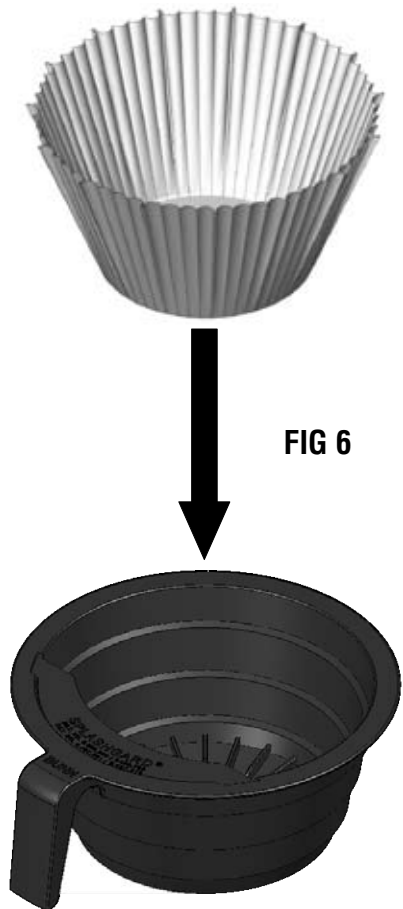

FIG 6
2. Introduzca un filtro BUNN en el embudo. (FIG. 6)